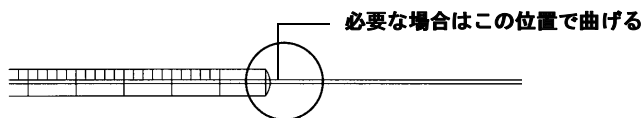

図40 シリンジの点検
- 1 清浄で平らな面の縁でシリンジを転がしてみます。ニードルの先端が円を描く場合は、シリンジパレルに接続するニードルの付け根付近でニードルを少し曲げて、軸をまっすぐにし、そして再びシリンジを転がしてチェックします。図40を参照してください。